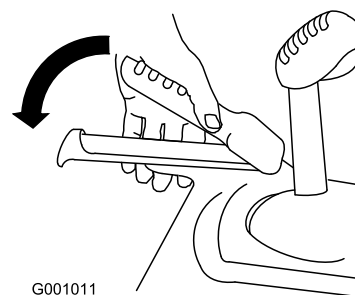

Figure 12
3. Serrez le levier gauche (de transmission) contre la poignée (Figure 12).
6. Serrez le levier gauche (de transmission) contre la poignée (Figure 12).